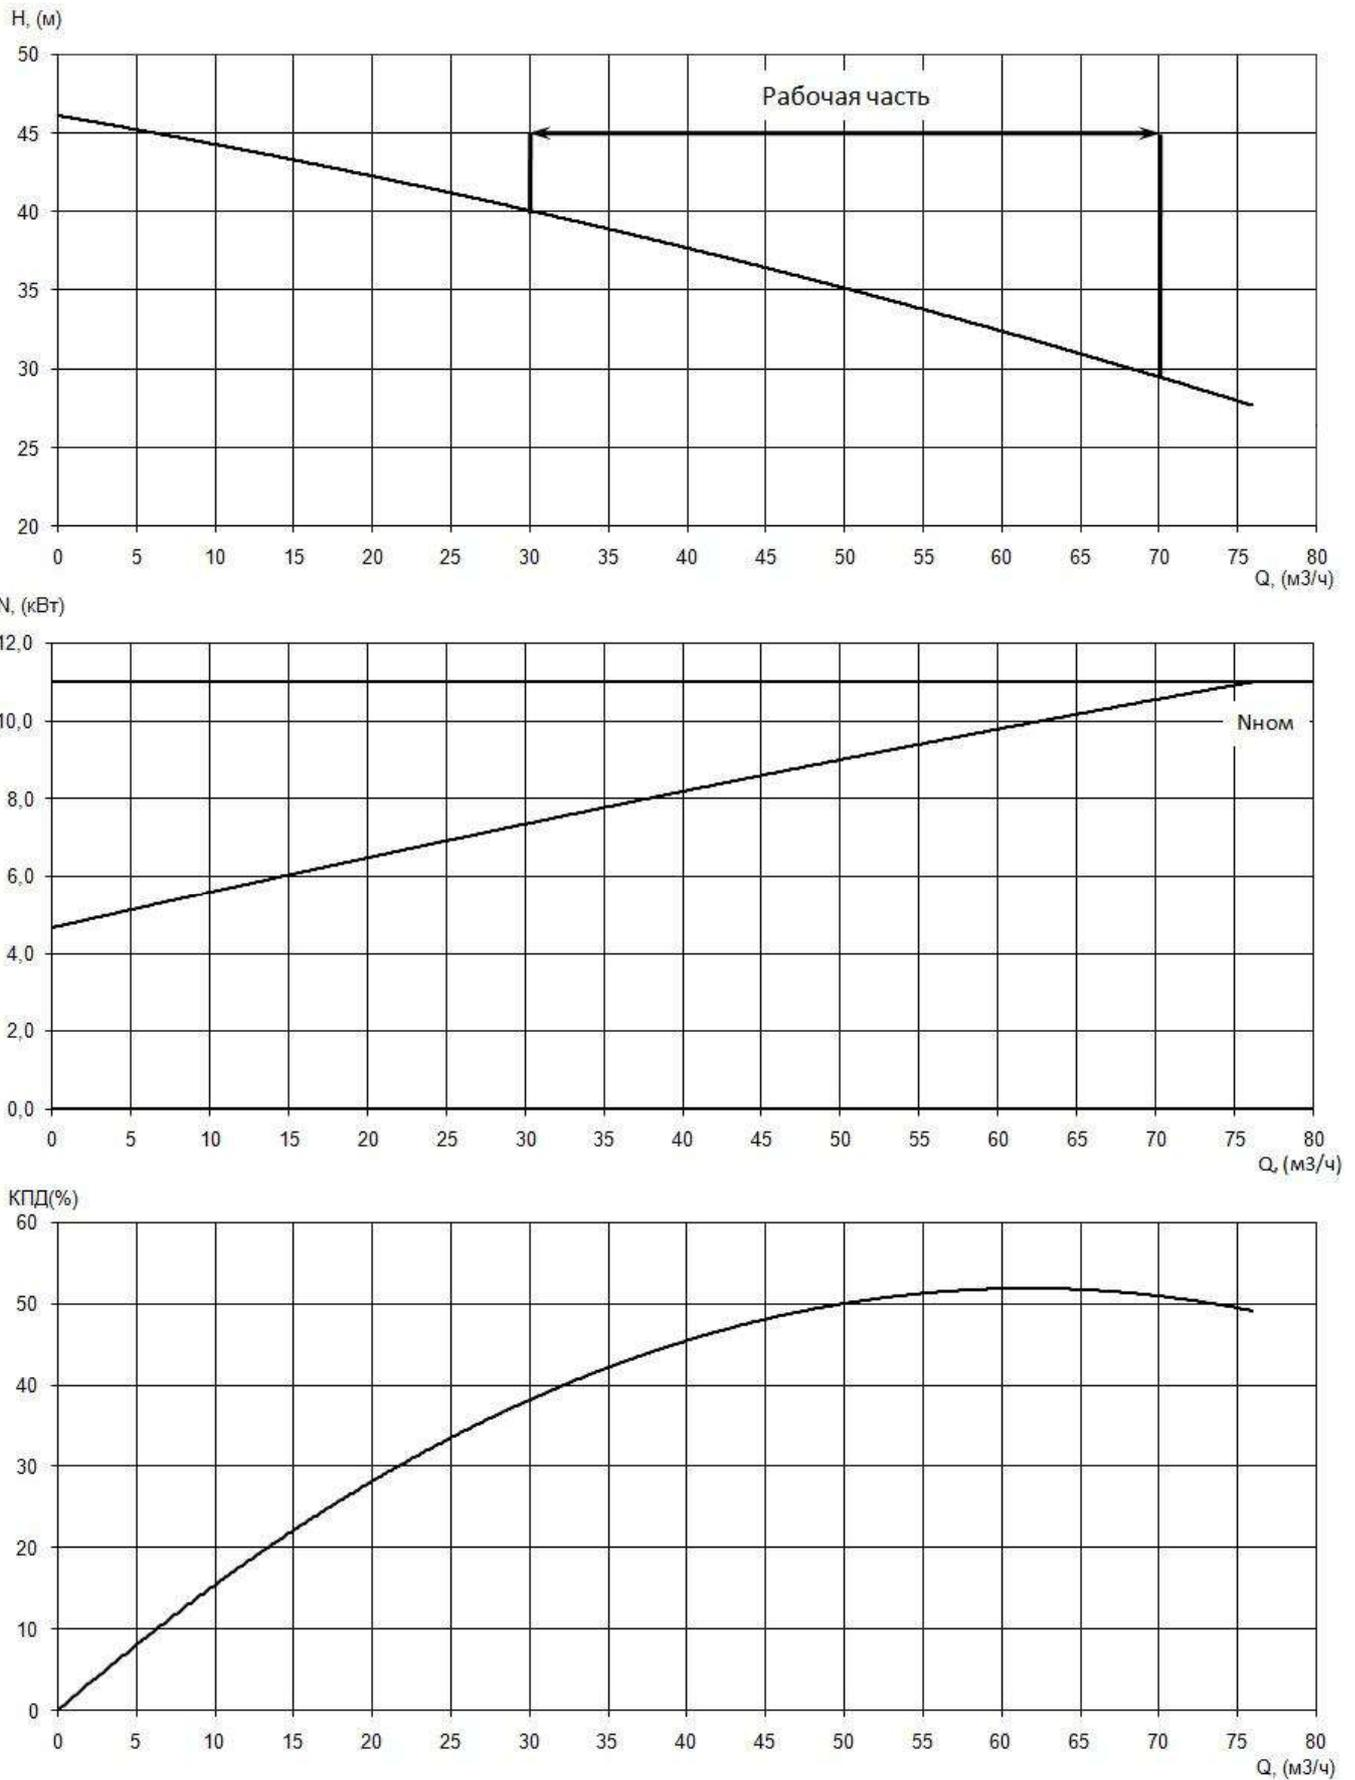

Рисунок 1. Пример характеристики насосов серии «Иртыш»
2.4. Рабочие характеристики электронасосов (рисунок 1):
**ВНИМАНИЕ!** Запрещается работа электронасоса на режимах, выходящих за пределы рабочей части характеристик (рисунок 1).